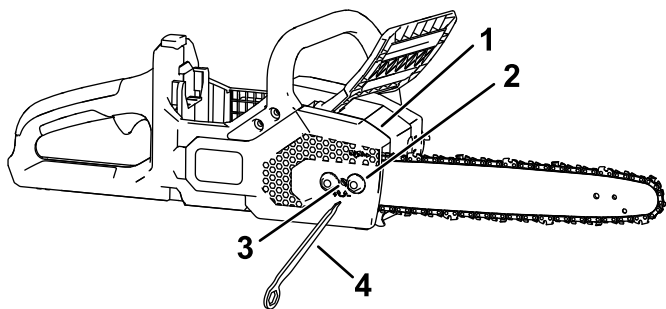

Figura 28
5. Utilizando a multiferramenta incluída, desaperte as porcas cativas na cobertura lateral, mas não as remova (Figura 28).
7. Utilizando a multiferramenta incluída, ajuste a tensão da corrente e, em seguida, prenda a cobertura lateral à motosserra apertando as porcas cativas (Figura 28).
2. Retire a cobertura lateral desapertando as duas porcas cativas que prendem a cobertura (Figura 28).
3. Desaperte a corrente rodando o parafuso de tensão da corrente no sentido contrário ao dos ponteiros do relógio (Figura 28).